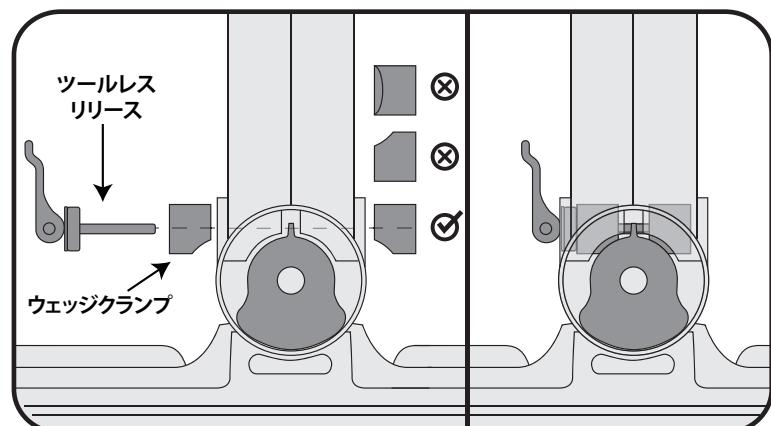

図 2. 曲がっている方が下になった状態でウェッジクランプが取り付けられていることを確認する
2. V型クランプの曲がっている方を下に向けて LeanSteer フレームベースの両側にウェッジクランプが正しく取り付けます。各ウェッジクランプがピボットハブに正しくはまっている必要があります。図 2、および、本書のはじめの警告セクションを参照してください。